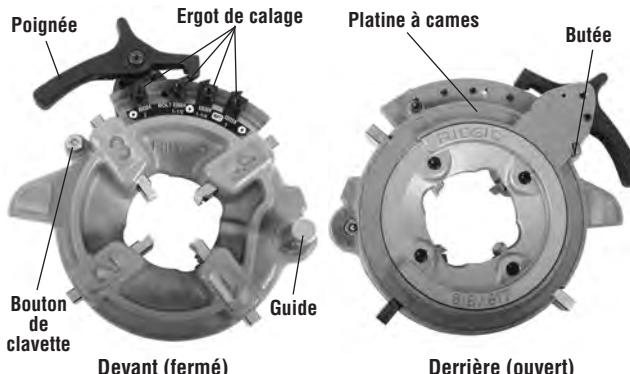

Figure 13 – Tête de filière semi-automatique
- Appuyez sur la poignée pour que la platine à cames vienne reposer contre la butée (Figure 13). L'ensemble platine/poignée est équipé d'un ressort en compression qui le déplace en appuyant sur la poignée.